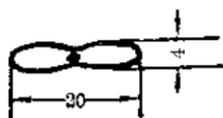

图 4
3. 在铝皮上面画好螺旋桨样子(图 4)，剪下螺旋桨。用钢针在铝皮螺旋桨的中心钻一小孔。再把螺旋桨的两边桨叶